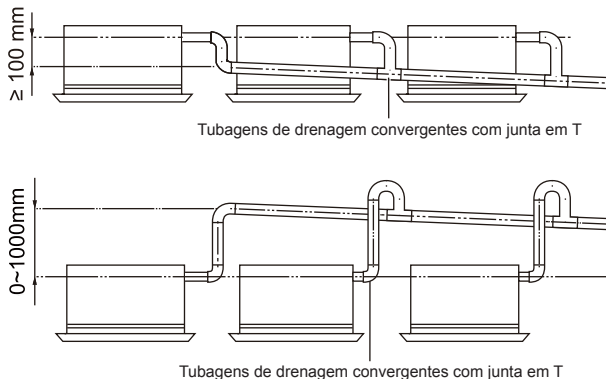

Fig. 20
- (3). Se juntar várias tubagens de drenagem, instale as tubagens como mostrado na Fig. 20. Selecione as tubagens de drenagem convergentes cujo medidor é adequado para a capacidade de funcionamento do equipamento. (Utilize o equipamento de tipo cassete como exemplo).